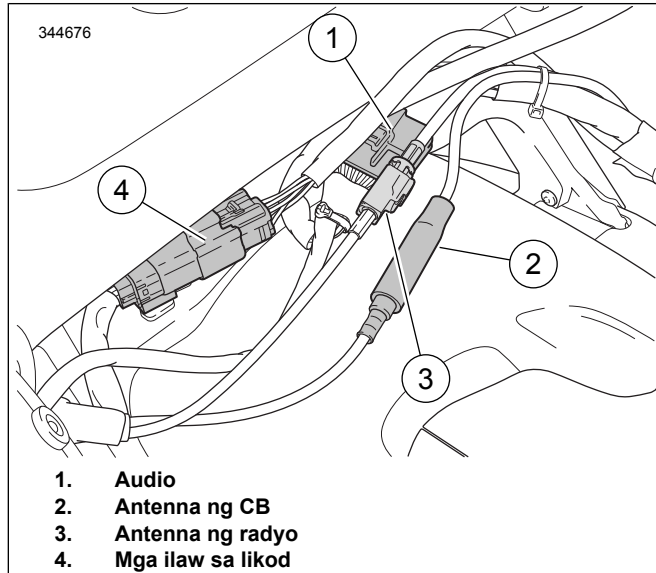

Figure 2. Mga Pangkonekta ng Tour-Pak
- a. Tingnan ang Figure 2 . Hiwalay na mga elektrikal na pangkonekta.